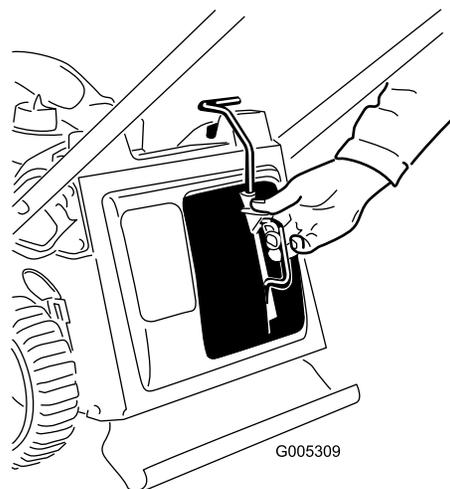

図 9
2. レバーについているボタンを親指でいっばいに押し込んでマルチプラグを開口部に完全にはめる 図 9。